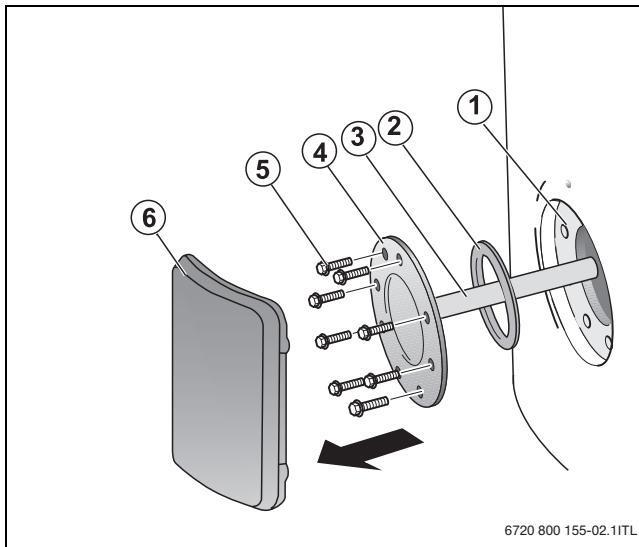

Fig. 19 Desmonte la tapa del registro de acceso manual
- Desmontar la tapa del registro de acceso manual (→ fig. 19, pág. 51) si aún no se ha hecho.